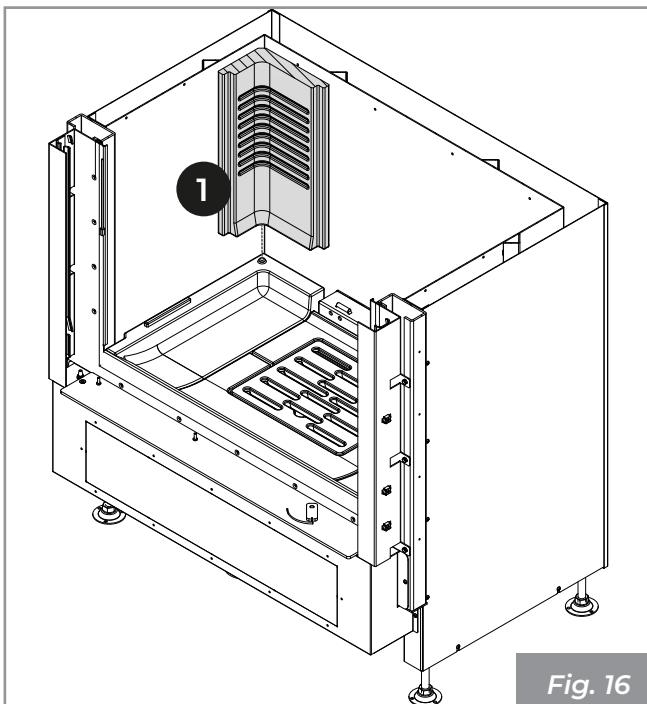

Fig. 16
- 2) Position the angular refractory (1). (Fig. 16).